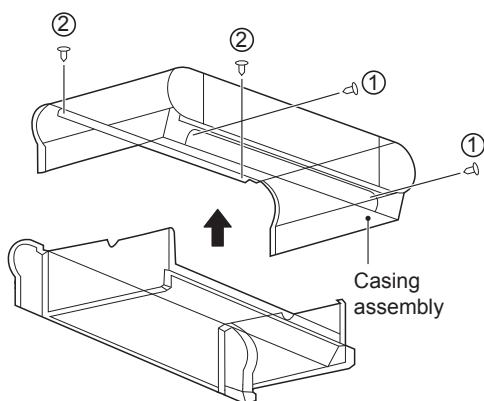

Figura 4-4 Desmontaje de la carcasa
- Tal y como se muestra en la Figura 4-4, quite los tornillos ① \*2 y ② \*2, y después la carcasa.